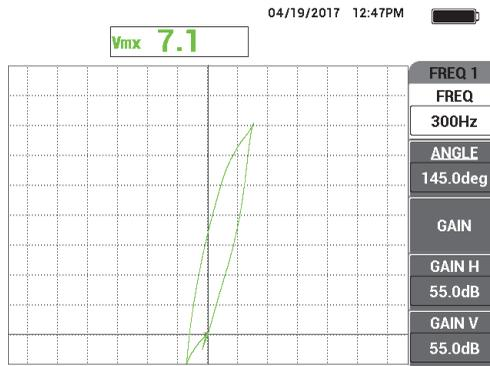

Figure 5-235 Signal du balayage de la rainure d'amincissement de la paroi de 60 %
2. Balayez lentement la rainure d'amincissement de la paroi de 60 % seulement tout en appuyant sur la pédale d'effacement pour effacer l'écran. Lorsque le signal de la rainure apparaît sur l'écran de l'appareil, appuyez sur la touche FREEZE (❄) [voir la Figure 5-235 à la page 311].